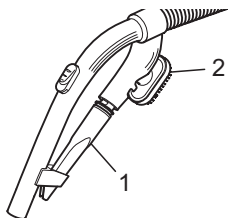
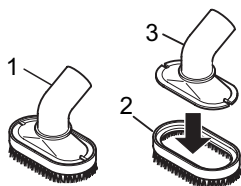

Abb. 5
Abb. 6
■ Als **Zubehör** sind die Fugendüse und die 2in1-Kombidüse im Lieferumfang enthalten. Sie können bei Nichtgebrauch an der Zubehöralterung befestigt werden (Abb. 5).
- **Fugendüse (Abb. 5/1)**
- **2in1-Kombidüse (Abb. 5/2) zu verwenden als: Möbelbürste (Abb. 6/1)**
Polsterdüse (Abb. 6/3)
Durch einfaches Abnehmen des Bürstenaufsatzes (Abb. 6/2) können Sie aus der 2in1-Kombidüse eine Polsterdüse (Abb. 6/3) machen. Verwenden Sie diese zum Reinigen von weichen, kratzfesten Oberflächen (z. B. Polstermöbeln).